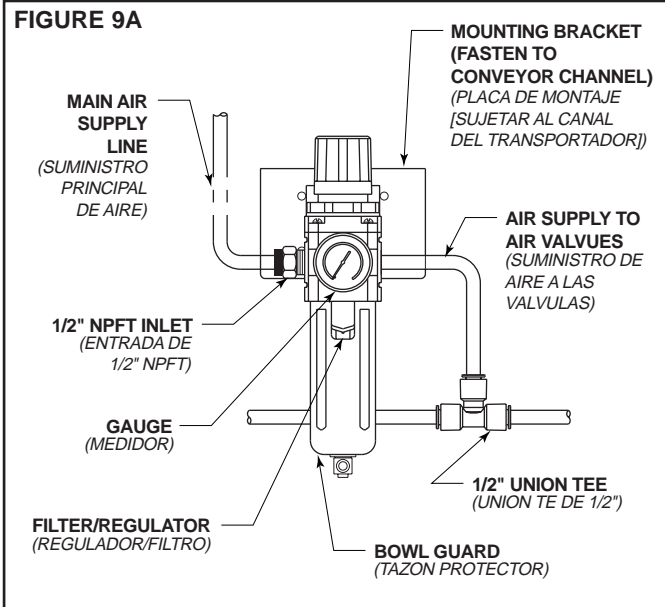

FIGURE 9B
17. . . Install chain oiler at infeed and connect to oil lines as shown in Figure 9B. Refer to the Lubrication section, page 13 for type of oil required. After mounting, the oiler will need to be adjusted for proper oiling of mounting chains. Adjustment may be made using a combination of solenoid activation time and flow adjustment screws. (A good rule of thumb for solenoid adjustment is to turn the oiler on for one complete chain revolution for every 2 hours of sorter operation.) The chain on the divert side will typically need slightly more oil which may be accomplished using the flow adjustment screws. CAUTION: Do not allow oil to drip on floor.
17. . . Instale el lubricador de cadena en el extremo alimentador y conecte las líneas de aceite (Fig. 9B). Refiérase a la sección de lubricación (Pág. 13) para el tipo de aceite requerido. Después de instalado, el lubricador necesita ser ajustado para la lubricación de cadenas. El ajuste tendrá que ser hecho usando una combinación de activador del ciclo de solenoide y tornillos ajustadores del flujo (para el ajuste del solenoide, el lubricador debe prenderse por una revolución completa de cadena cada 2 hrs). La cadena del lado desviador usualmente necesita más aceite que puede suministrarse por medio de los tornillos ajustadores del flujo. PRECAUCION: No permita que el aceite gotee al piso.